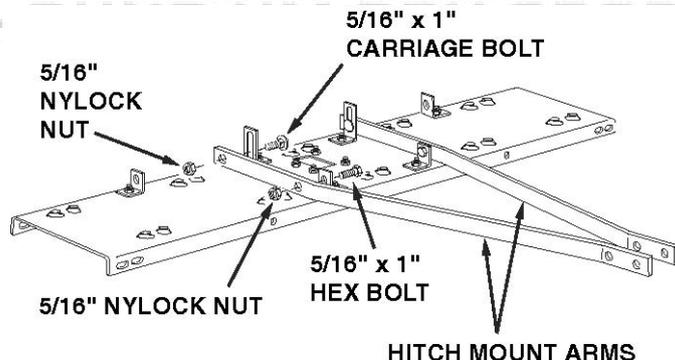

**Abb. 1**
1. Befestigen Sie die vormontierte Deichsel mit den 4 x Sechskantschraube „D“ - 5/16" x 1" und 4 x Sicherheitsmutter „I“ - 5/16". (**Abb. 1**)